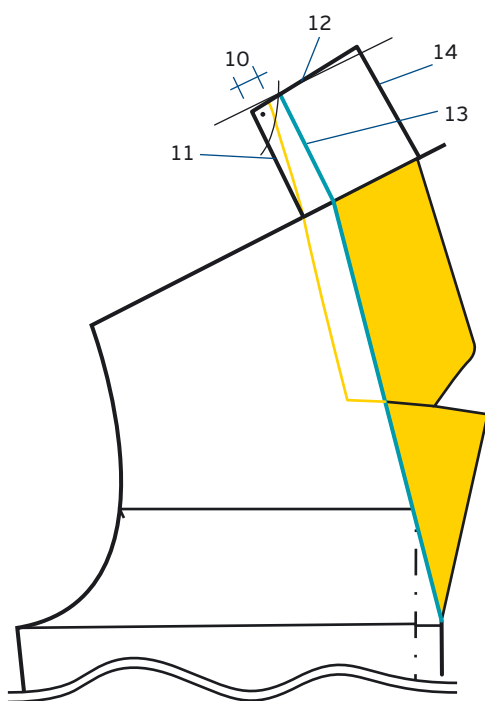

РИС. 3
13. Начертите линию стойки воротника, параллельную линии, соединяющей середину воротника с линией плеча (11 на рис. 3).